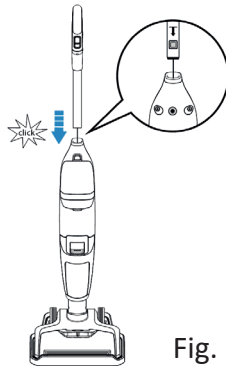

Fig. 1
- Inserte el extremo del mango, junto con el cable, verticalmente, en la boca del cuerpo principal, hasta que ya no vea la flecha en la parte posterior. Después de escuchar un clic, asegúrese de que el mango esté firmemente sujeto y sin juego (Fig. 1).